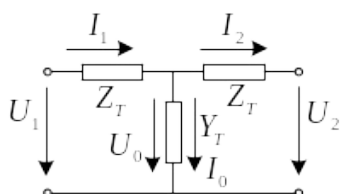

Рис.1.1
4. Рассчитать параметры Т-образной схемы замещения (рис. 1.1). Построить векторные диаграммы токов и напряжений для